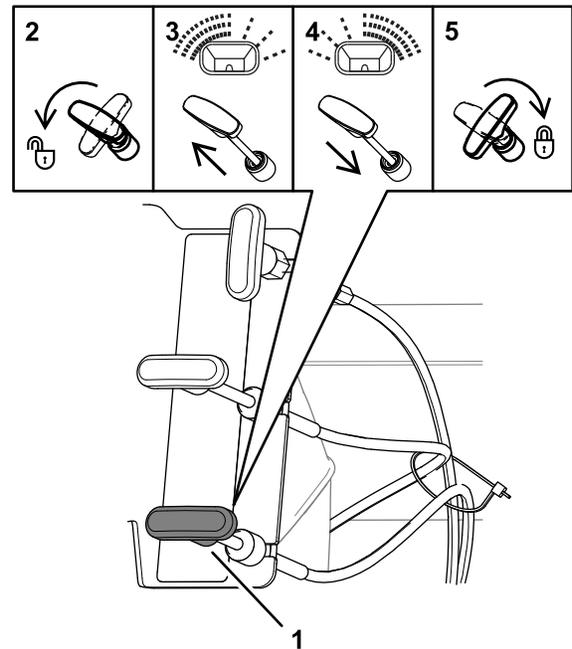

Figura 27
1. Desbloquee el control del difusor girando la maneta 90° en sentido antihorario, como se muestra en la Figura 27, 2.
- Si se esparce demasiado material en el lado izquierdo de la máquina, presione el control del difusor un poco hacia abajo; consulte la Figura 27, 3.
- Si se esparce demasiado material en el lado derecho de la máquina, tire del control del difusor un poco hacia arriba; consulte la Figura 27, 4.
- Bloquee el control del patrón de esparcido girando la maneta 90° en sentido horario; consulte la Figura 27, 5.